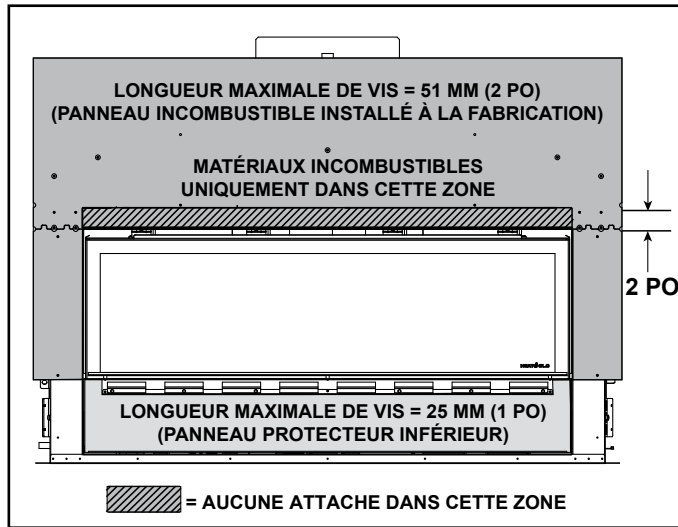

Figure 10.1 Exigences de longueur pour les vis
Lors de la finition du mur entourant le foyer, il est important que le revêtement du mur soit adéquatement fixé. Les attaches de revêtements, comme les vis ou les clous, ne sont pas permises dans certains endroits. Voir la figure 10.1.
Il est acceptable de percer au préalable des trous et d'utiliser des vis autotaraudeuses dans les panneaux incombustibles installés à la fabrication et pouvant être utilisés au lattage (une pièce d'appui pour la céramique, le marbre, etc.) Les vis installées dans le panneau incombustible installé à la fabrication devraient être de type autotaraudeuse d'une longueur maximale de 2 pouces. Voir la figure 10.1.
En installant le matériau de finition sur le panneau protecteur inférieur, NE PAS percer ou installer de vis plus longues que 25 mm (1 po). De plus longues vis peuvent pénétrer dans le panneau protecteur inférieur causant ainsi des dommages aux composants ou percer la conduite de gaz. Des vis de 25 mm (1 po) sont incluses dans le sac du manuel et sont conçues pour être utilisées lors de la mise en place du matériau de finition du panneau protecteur inférieur. Voir la figure 10.1.
2. Installer le matériau de finition contre le pot de la corniche du panneau d'accès inférieur, couvrant les huit trous rectangulaires du panneau d'accès. Voir la figure 10.1 pour les exigences de longueur des vis.
3. Installer un matériau de finition incombustible jusqu'au bord extérieur de l'anneau de garniture. Voir la figure 10.1 pour les exigences de longueur des vis.